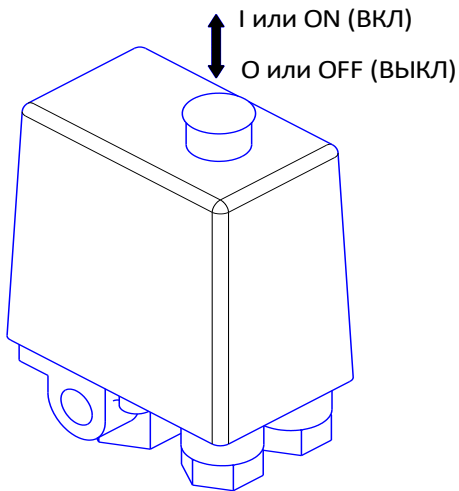

Рисунок 4
- 1 Проверьте, чтобы выключатель на прессостате находился в выключенном положении "0" или "OFF", в зависимости от исполнения (см. рисунок 4).
4 Включите компрессор выключателем на прессостате. Для этого необходимо переключить выключатель в положение "I" или "ON", в зависимости от исполнения (см. рисунок 4).
- 1 Переключите выключатель на прессостате в положение "0" или "OFF", в зависимости от исполнения (см. рисунок 4).